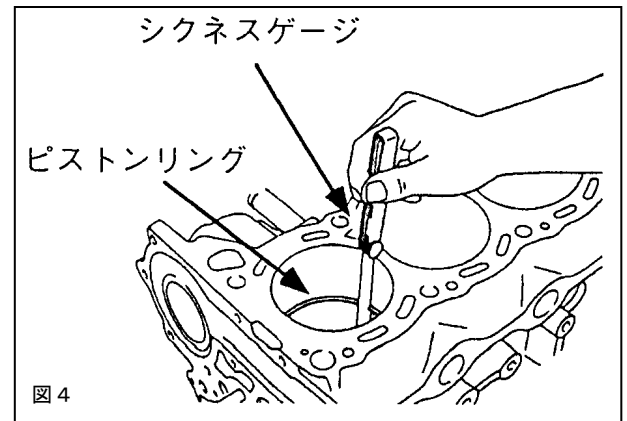

図 4
5. 1 図4のようにピストンリングをボーリングされたシリンダの中間位置までピストンを利用して押し込み、シクネスゲージを用いて合い口隙間を測定してください。